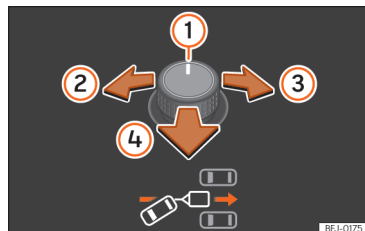
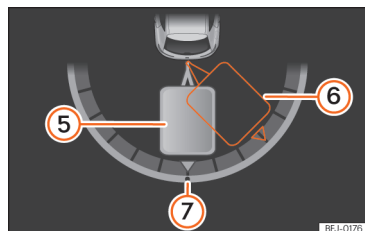

Fig. 149 Comando giratório dos retrovisores exteriores: ajustar o ângulo do reboque.
Fig. 150 Ecrã do painel de instrumentos: na marcha-atrás.
Legenda da >>> Fig. 149 , >>> Fig. 150:
- Rode o comando giratório até atingir a direção desejada »» Fig. 149. No ecrã do painel de instrumentos aparece, a modo de orientação, uma representação do conjunto veículo trator e reboque na posição atual »» Fig. 150.